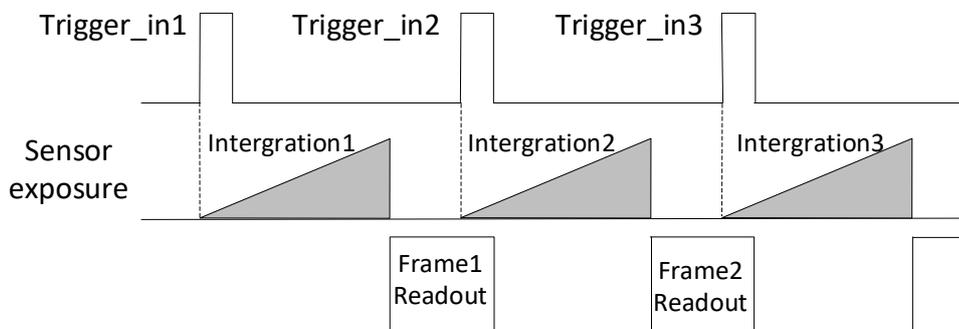

图4-19 第2帧正常处理时序
- 若第2个触发信号第1帧图像的曝光结束时间不早于相机当前第1个触发信号最后1帧的出图时间，则第2个触发信号第1帧图像正常出图，如图4-19所示；